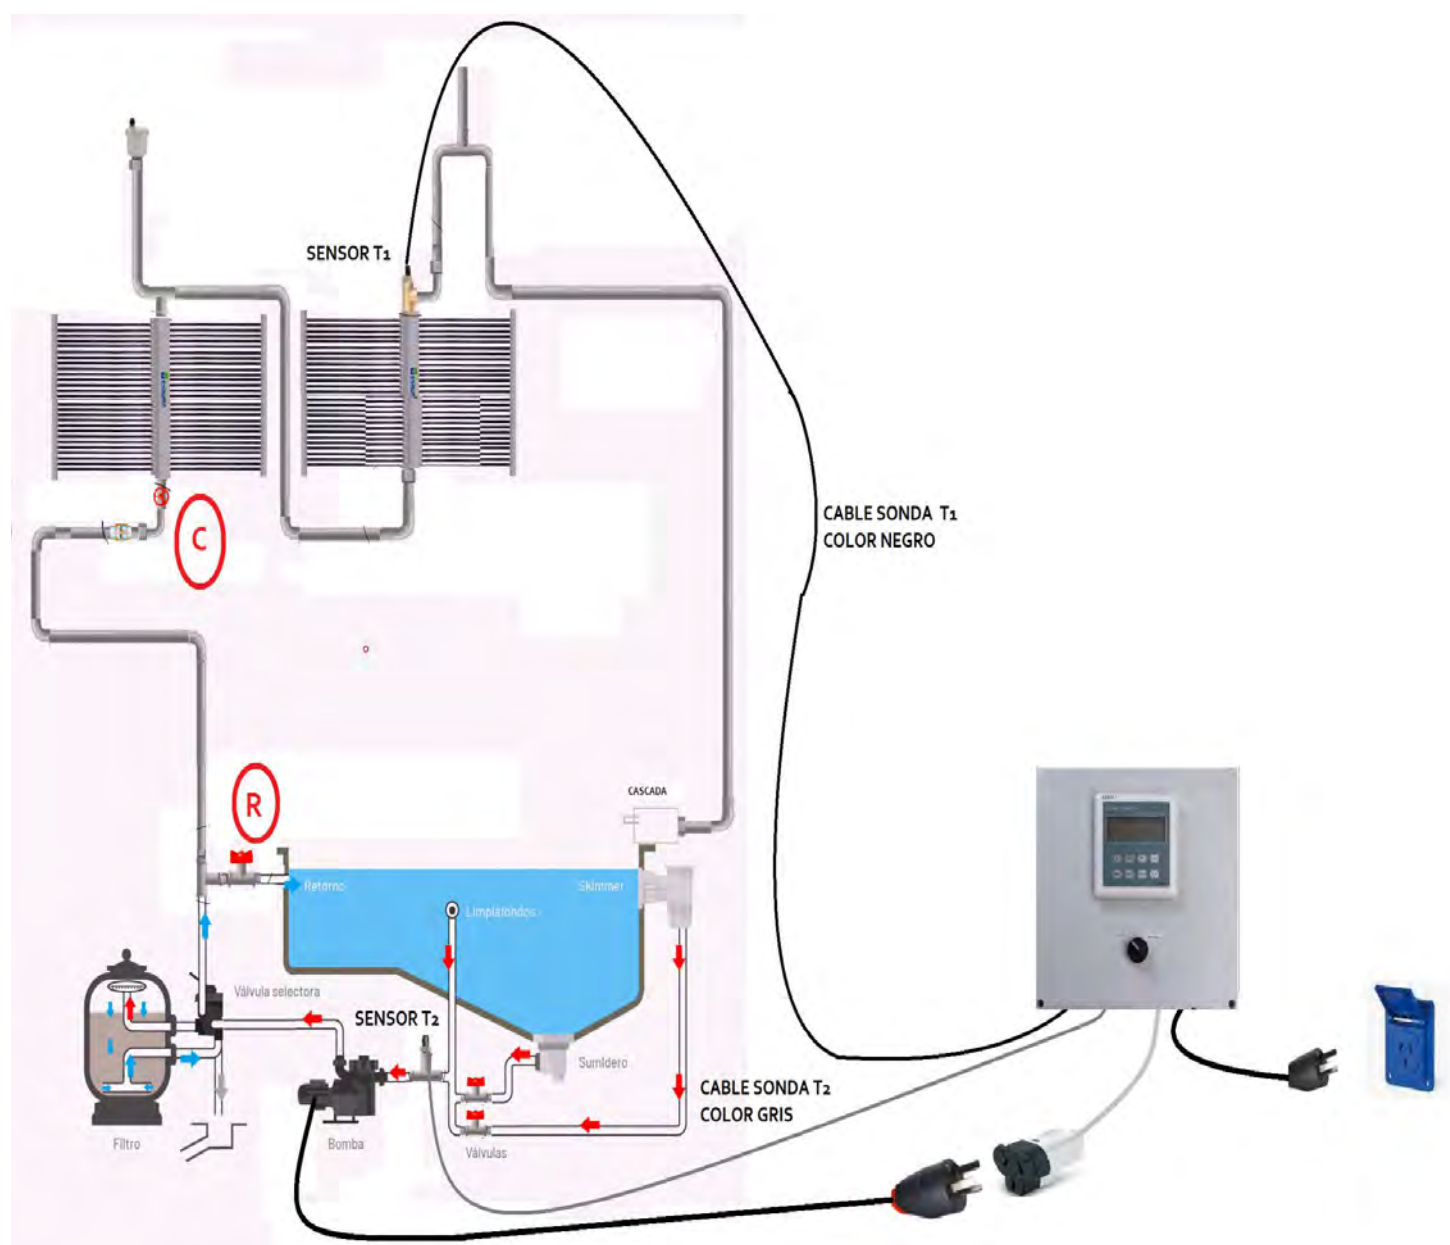

Imagen 6
La bifurcación del caudal se realiza en la tee instalada a la salida del filtro de bomba, previo a la válvula esférica . (ver imagen 6 de la pagina)
- 1- Cerrar por completo la válvula  - ver imagen 6 de la pagina anterior y abrir al máximo la válvula